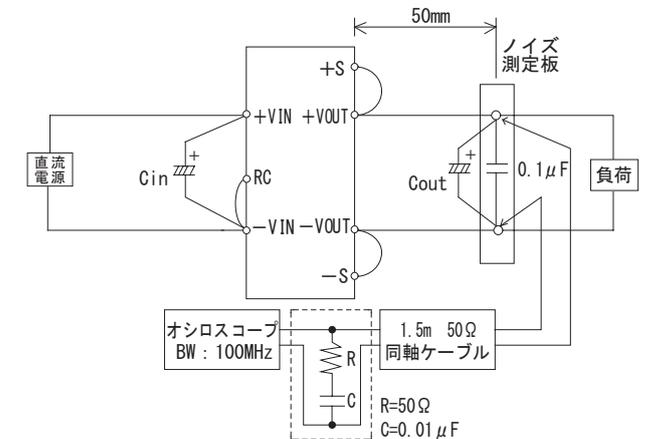
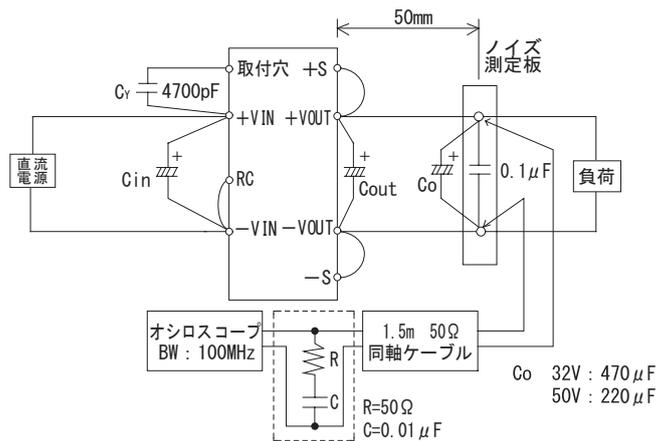

図2.4 電気特性の測定方法 (CQHS250)
図2.5 電気特性の測定方法 (CQHS300/CQHS350)
- 出力リップルおよびリップルノイズは、図2.4、図2.5に規定する方法にて測定した値です。